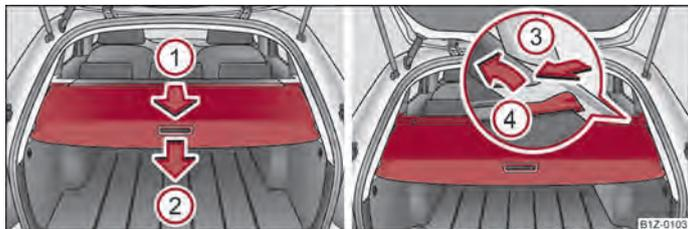

Fig. 60 Compartimento de carga: cobertura enrolável da bagageira / extracção da cobertura enrolável da bagageira
- Puxe a cobertura enrolável da bagageira no sentido da seta ①, até ao batente, de modo a ficar em posição segura ⇒ Fig. 60.
Se pretender utilizar a bagageira completa, pode desmontar a cobertura enrolável da bagageira ⇒ Fig. 60.